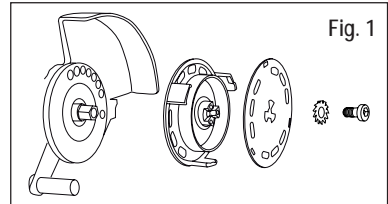
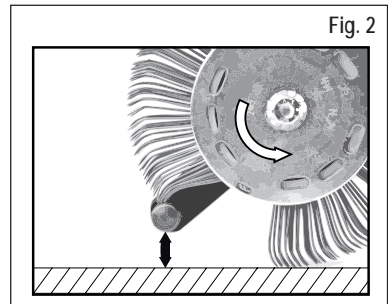

Fig. 1
Fig. 2
3. Koble fra trykkluftforsyningen og fest deretter **MBX® Die Blaster®**-bånd 11 mm korrekt på verktøyet med det tilsvarende optakssystemet **AS012** (vær oppmerksom på retningen) og den tiltenkte stjernesken og skruen. Se fig. 1 og fig. 2.
- Bruker du **MBX**®-båndet i feil retning? – Juster børstebåndet slik at det går i forskriftsmessig riktig retning (se kapittel 6, Start, fig. 2).